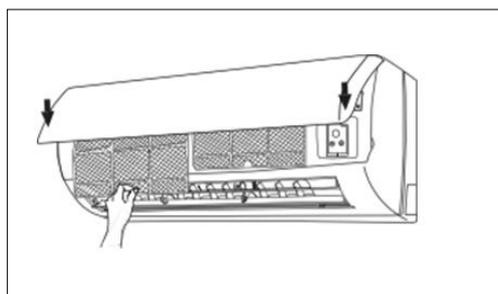

Figura 12-chiusura unità
- Reinserire i filtri e chiudere il pannello frontale (Figura 12).